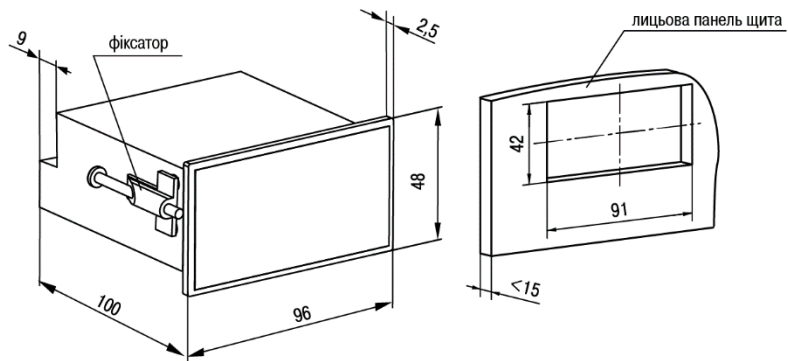

Рисунок 4.9 – Габаритні розміри корпусу Щ2
1. Підготувати на щиті керування місце для встановлення пристрою (див. *рисунок 4.9*).